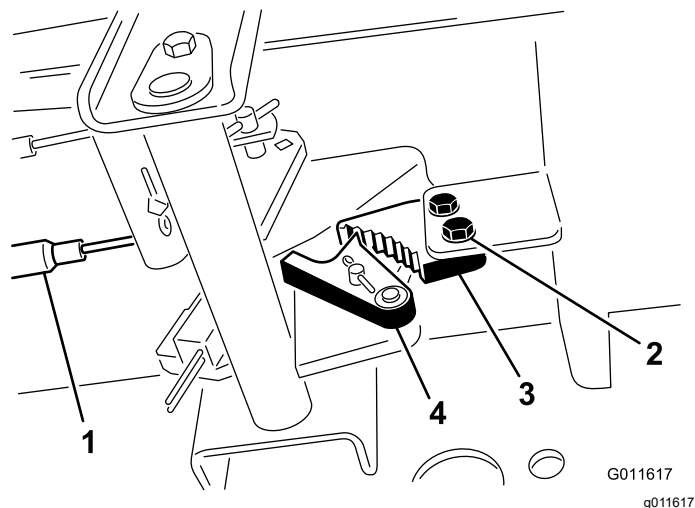

Figure 115
3. Appuyez sur l'avant de la pédale du frein de stationnement jusqu'à ce que le verrou s'engage complètement sur le cliquet du frein (Figure 115).
2. Desserrez les 2 vis qui fixent le cliquet du frein de stationnement au cadre (Figure 115).